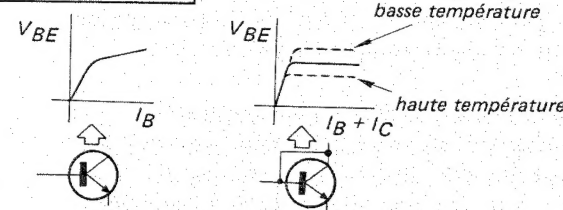

Fig. 10
- D401, Q403, Q404 et D402 constituent une source de tension constante compensée thermiquement qui fonctionne comme suit (les tensions dont il est question ici sont relatives à la tension B -): D402 (EQB01-05) est une diode zener 5 V qui maintient l'émetteur de Q404 au niveau +5 V. Afin d'obtenir du collecteur de Q404 une tension  $V_{BE}$  uniforme, la base et le collecteur de ce transistor sont banchés comme indiqué Fig. 10. Les caractéristiques résultant de ce branchement sont également indiquées Fig. 10.